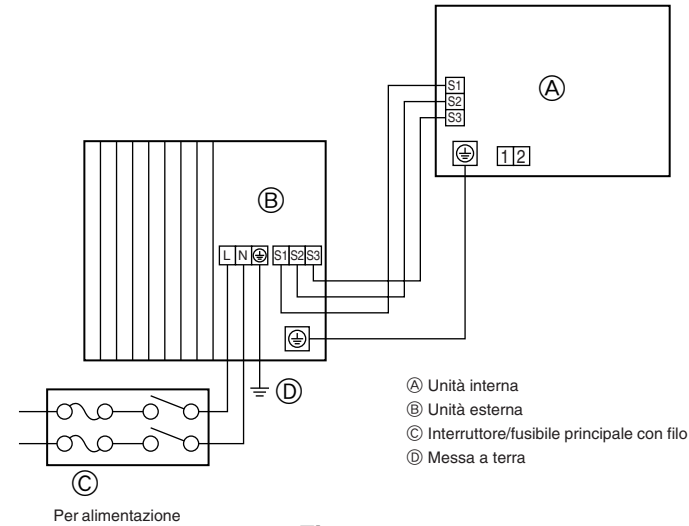
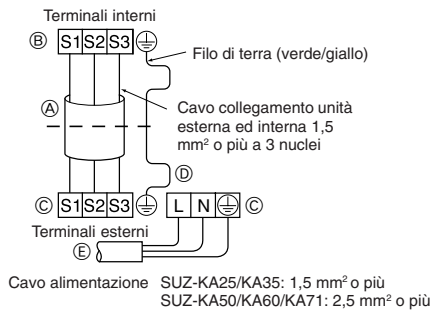
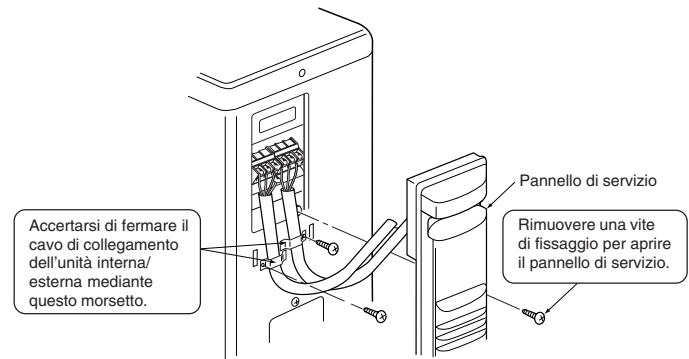
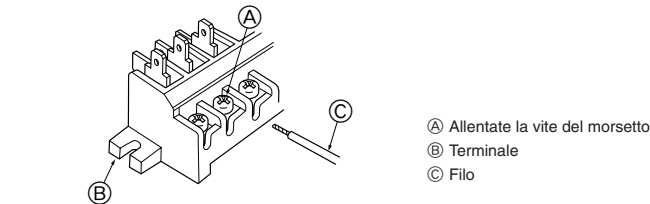

Fig. 6-1
Fig. 6-2
Fig. 6-3
Fig. 6-4
6.1. Unità esterna (Fig. 6-1, Fig. 6-2, Fig. 6-3, Fig. 6-4)
- ① Rimuovere il pannello di servizio.
- ② Collegare i cavi facendo riferimento alla Fig. 6-1, Fig. 6-2, Fig. 6-3 e Fig. 6-4.
- Eseguire i collegamenti elettrici seguendo lo schema ripreso qui sotto a sinistra (Procurarsi il cavo localmente). (Fig. 6-2)
- State attenti a non invertire i fili. (Fig. 6-4)